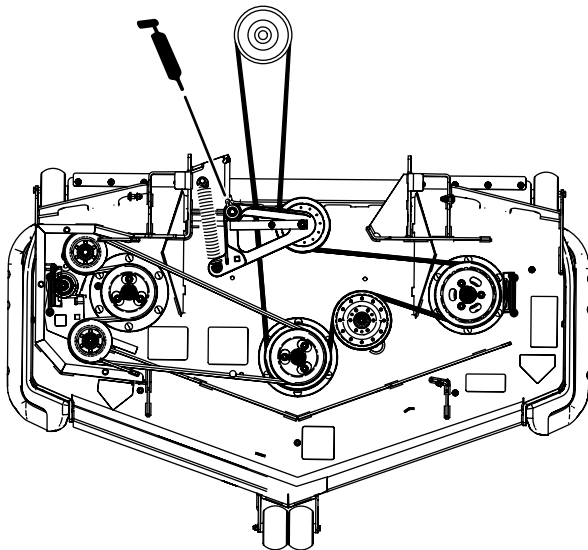

**Figura 48**
5. Engrase los brazos tensores de la correa de la carcasa (máquinas de descarga trasera solamente), como se muestra en la Figura 48.